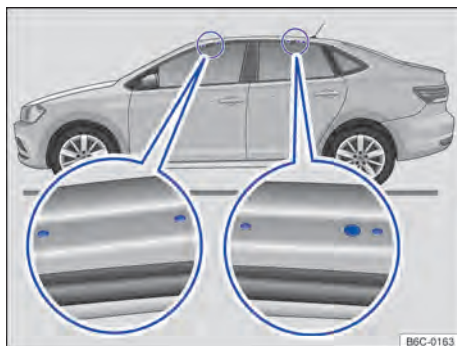

Fig. 130 Puntos de fijación de los soportes básicos del portaequipaje de techo (ambos lados)
Los orificios o marcas de los puntos de alojamiento de los soportes bases son visibles con las puertas (delanteras y traseras) del vehículo abiertas y se encuentran a los lados en las vigas del techo → fig. 130 (lupa). Los orificios o marcas para unión por encastre detrás se encuentran en la parte inferior de las vigas del techo → fig. 130 (lupa derecha).
- Sujetar los soportes base solo en las marcas indicadas en la figura → fig. 130.